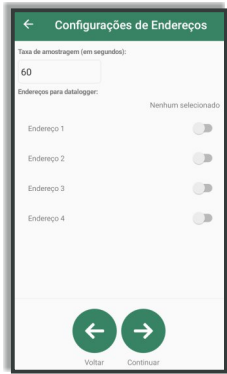

Figura 06
**Passo 1:** Selecione o conversor que deseja configurar na tela de **Busca de Conversores** (Figura 05) e a tela de **Configurações Básicas** (Figura 06) é exibida.